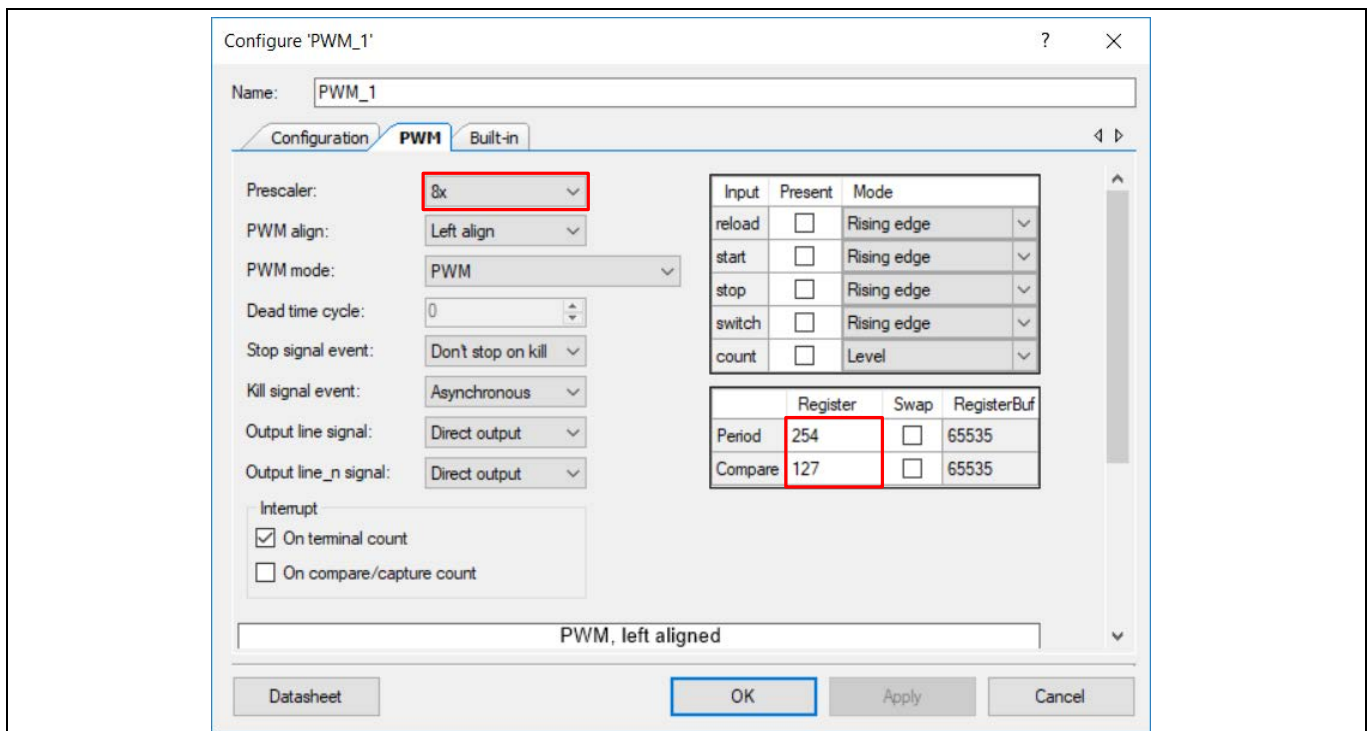

Figure 39 PWM コンポーネントの設定
7. Figure 39 に示すように、回路図の PWM コンポーネントをダブルクリックし、コンポーネントのプロパティを設定してください。PWM タブをクリックして、デューティ比が 50 パーセントの PWM 信号を生成するために、周期値を 254 に比較値を 127 にセットしてください。